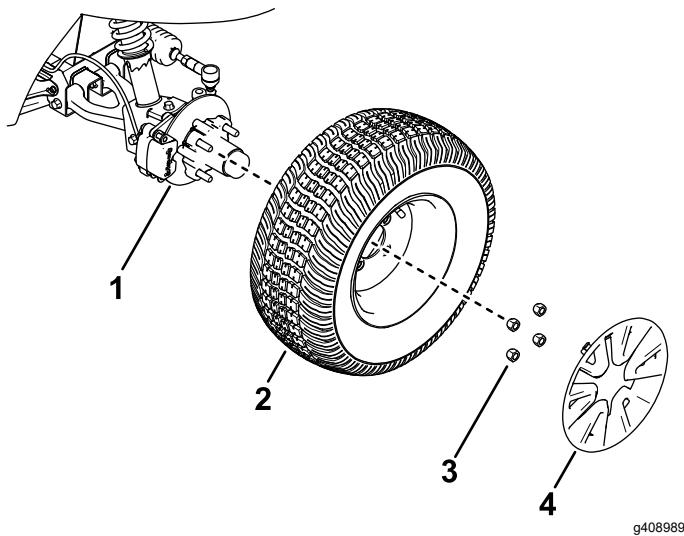

図27
2. ホイールカバーと、ホイールをハブに固定しているラグナット4個を外す図27。
4. ホイールをハブに取り付ける。空気バルブを外側に向けて取り付けること図 27。
5. ラグナットを使用して、ハブにホイールを取り付ける図 27。